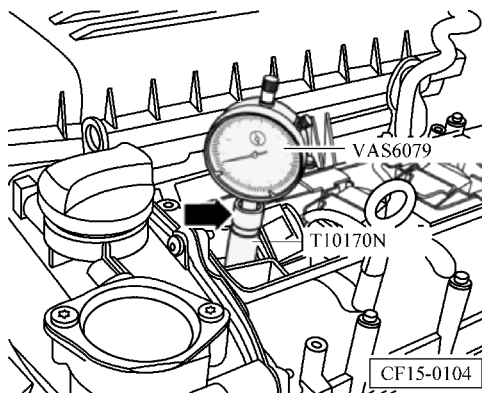

图 1-133 将千分表适配接头拧入火花塞螺纹孔
- 6) 将千分表适配插头 T10170N 拧入火花塞螺纹孔直至极限位置如图 1-133 所示。